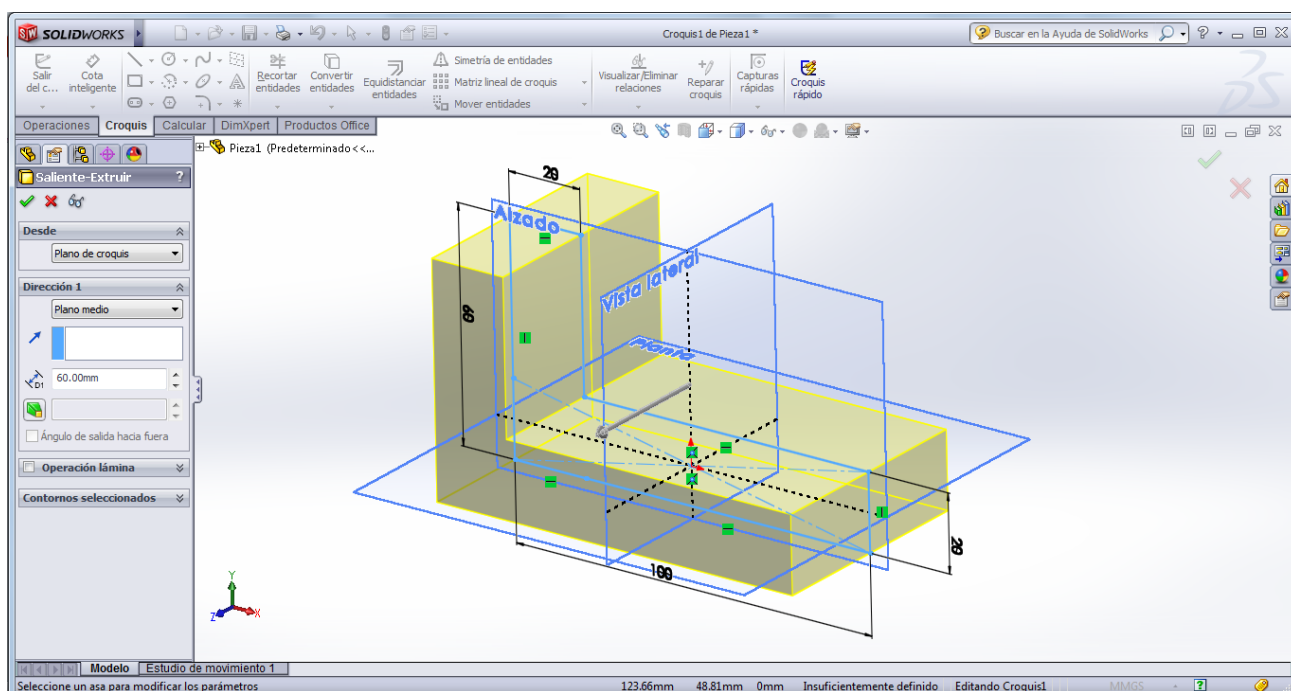

Figura 5. Creación del sólido, edición del valor de profundidad a 60 y selección de la opción “plano medio”.
- d) Con el croquis completo, seleccionar  (este ícono es equivalente a un “check”) y aparecerá la pantalla donde edita la profundidad a la que desea extruir, tal como se muestra en la Figura 5.